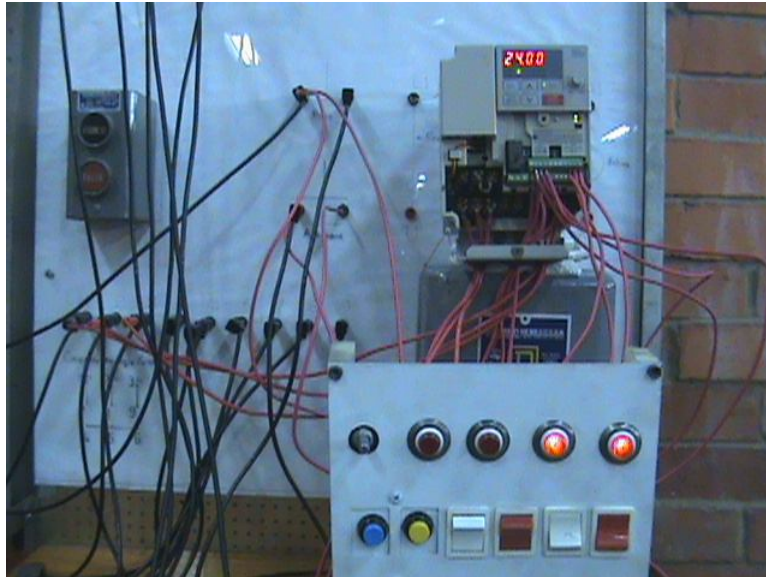

Figura 5.22.5 Velocidad 3 activada.
La velocidad 3 como es obvio se obtuvo formando el número 3 binario (011) con el arreglo de interruptores y los focos indicadores nos muestran en la figura 5.22.5 la combinación formada así como la frecuencia de 24 Hz que se programó para tal efecto.